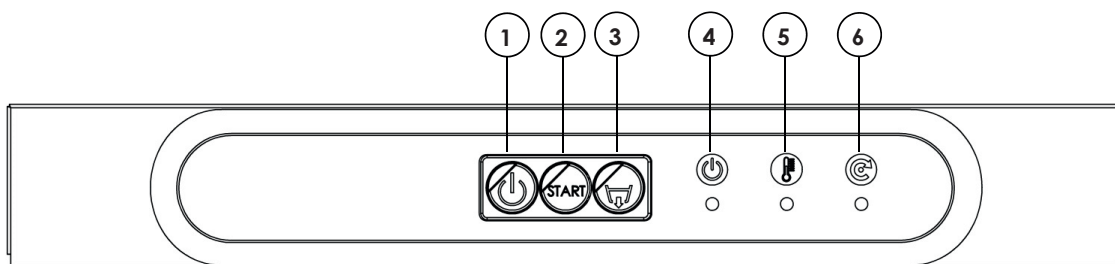

Fig. 14b
3. deixar a máquina de lavar louça completamente drenada, se máquina de lavar louça for dotada de bomba de descarga, acioná-la, mantendo pressionado o BOTÃO DA BOMBA DE DESCARGA (3 fig. 14b, 14c)